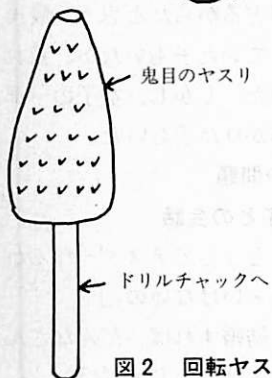

図2 回転ヤスリ
糸のこ盤、卓上ボール盤も使用。そして、グローランプを出す穴は、写真⑥のように、ドリルを万力に固定して、図2の工具であけた。手に持っているのは、小型万力で、これでアクリルを固定しないと、アクリルが回転して、手を切るからである。ボール盤が1台しかないの、能率を考え、このような方法をとった。